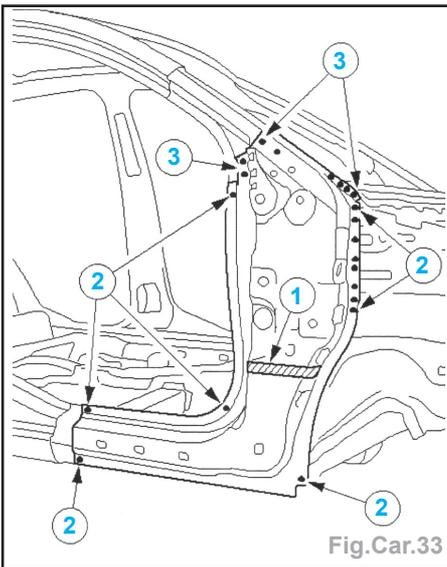

Fig.Car.33
- Appliquer de la colle (1) sur l'élément insonorisant, souder par bouchonnage (2) et par points (3) (Fig.Car.33).